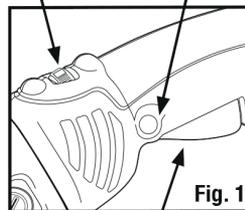

Fig. 1
2. Appuyez sur la **gâchette (A) (Fig. 1)** pour démarrer l'appareil. Relâcher la gâchette pour arrêter le moteur.
3. Le **blocage de la gâchette (B) (Fig. 1)** bloque l'interrupteur dans la position « ON » lorsqu'il est enfoncé pendant que vous appuyez sur la gâchette.
1. Pour ajuster la vitesse, tournez la **molette (Fig. 1)**.